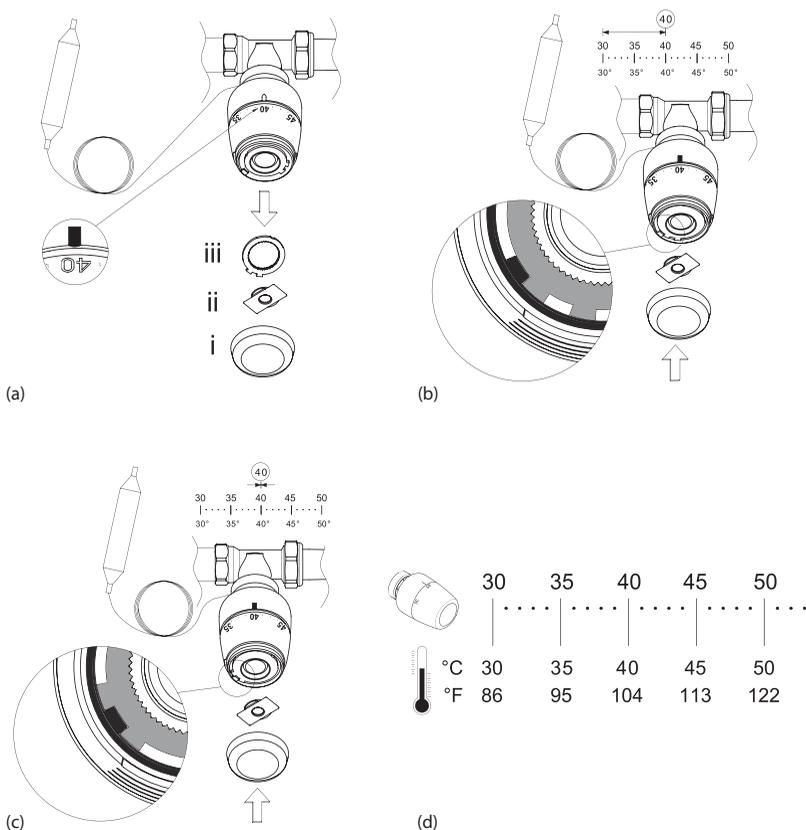

Рис. 3. Фиксация значения температуры на термостатической головке
Если для управления смесительным клапаном используется термостатическая головка с погружным датчиком, то температурная уставка может быть ограничена заданным диапазоном температур или зафиксирована какая-то определенная температура. Сверяясь с Рис. 3, выполните следующие шаги:
2. С помощью отвёртки удалите крышку (i), фиксирующий колпачок (ii) и первую из стопорных зубчатых шайб (iii) (Рис. 3а);
- а. как на Рис. 3б чтобы ограничить настройку до установленного диапазона (в примере от 30 до 40 °С);
- б. как на Рис. 3с чтобы зафиксировать уставку на заданной величине (в примере 40 °С);
Для настройки температуры см. Рис. 3д. Заметьте, что реальная температура, поддерживаемая устройством, может немного отличаться от величины, выбранной с помощью ручки в зависимости от условий на входе смесительного клапана (температуры горячей и холодной воды).